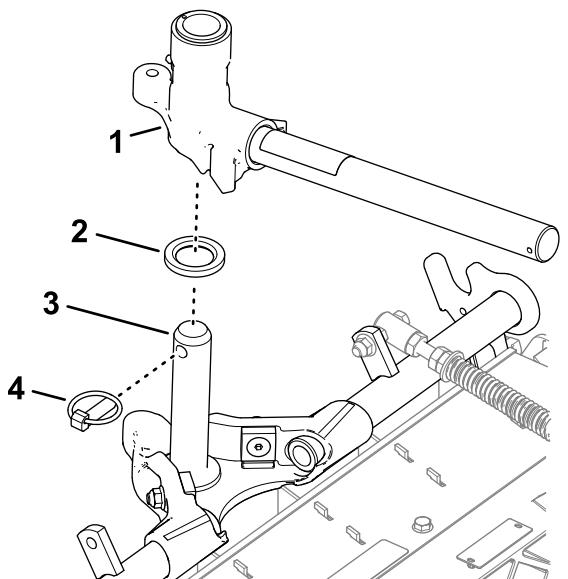

Рисунок 29
- Наденьте поворотную втулку на ось несущей рамы (Рисунок 29).